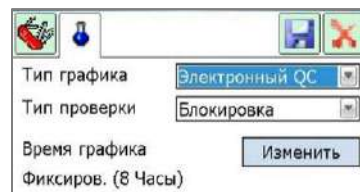

Рис. 41.
***Примечание.** Для электронного QC всегда установлено значение **Блокировка**, и данную настройку нельзя изменить (рис. 41).*